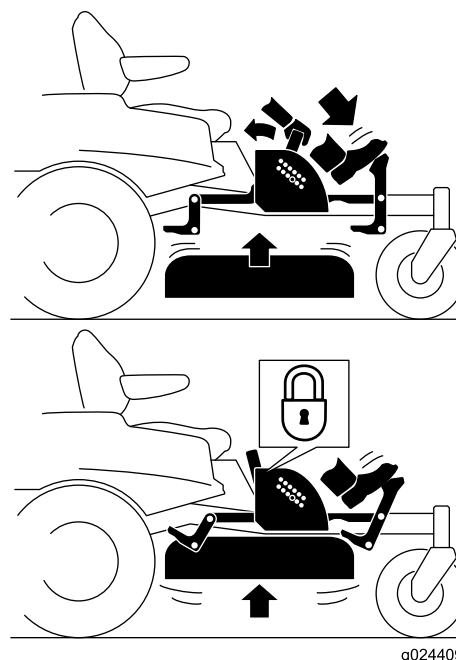

Figura 25
- Pise el pedal de elevación de la carcasa para levantarla; siga pisando el pedal hasta que la carcasa quede bloqueada en la posición de transporte (Figura 25).
- Pise el pedal de elevación de la carcasa y tire hacia atrás de la palanca de bloqueo de transporte para desactivar el bloqueo de transporte (Figura 25).
4. Pise el pedal de elevación de la carcasa y tire hacia atrás de la palanca para desactivar el bloqueo de transporte (Figura 25).